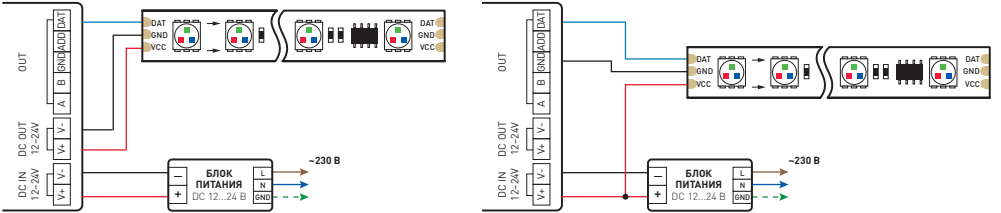

Рис. 2. Схема подключения светодиодной ленты SPI к контроллеру
- 3.5. Подключите контроллер в соответствии с одной из приведенных ниже схем, в зависимости от используемого оборудования [Рис. 2–3].